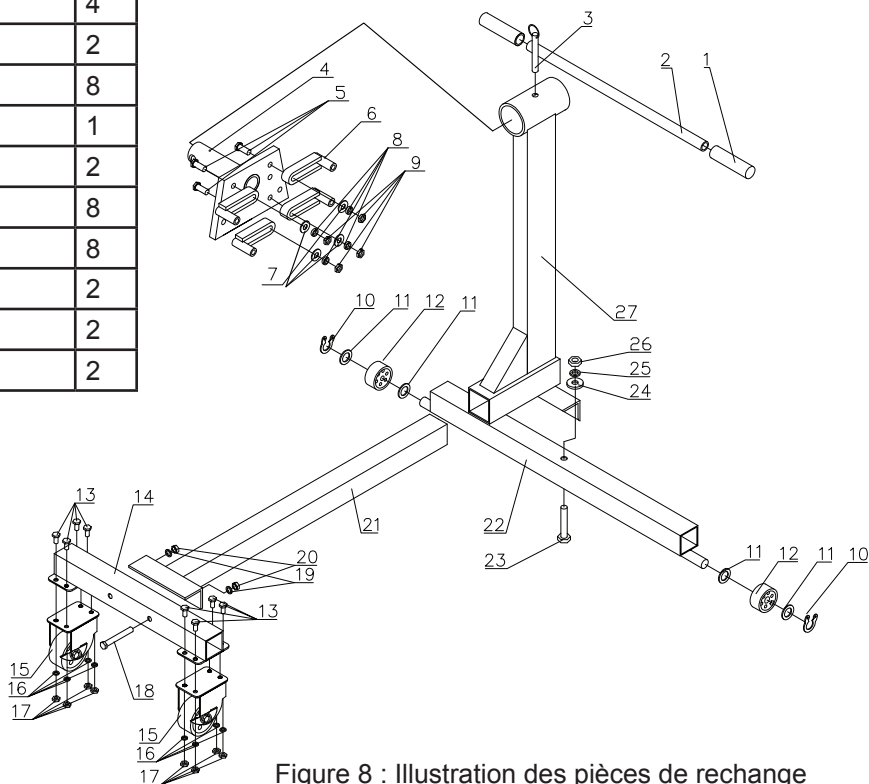

Figure 8 : Illustration des pièces de rechange du modèle 30750
4. Pour faire pivoter le moteur, libérez lentement et avec précaution le mécanisme de verrouillage. Utilisez le levier du support pour faire pivoter le moteur, puis verrouillez de nouveau le mécanisme de rotation (voir figures 1 et 2). Pour le modèle 31256, actionnez lentement et avec précaution la manivelle (voir figure 8).